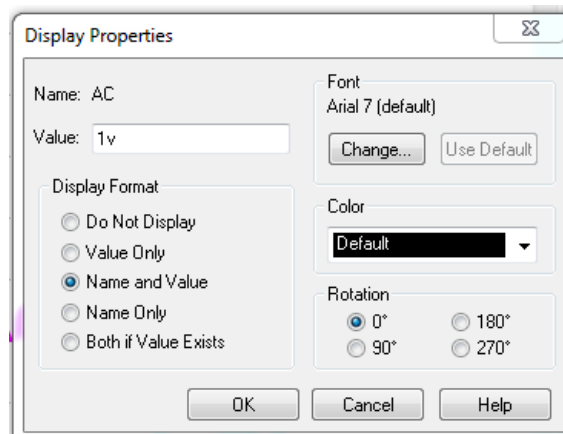

Рисунок 3.2 – Вікно атрибутів джерела змінної напруги *VSIN*
2. Відкрийте вікно атрибутів джерела напруги (рис. 3.2), двічі натиснувши на його схемне позначення, і встановіть усі атрибути джерела напруги